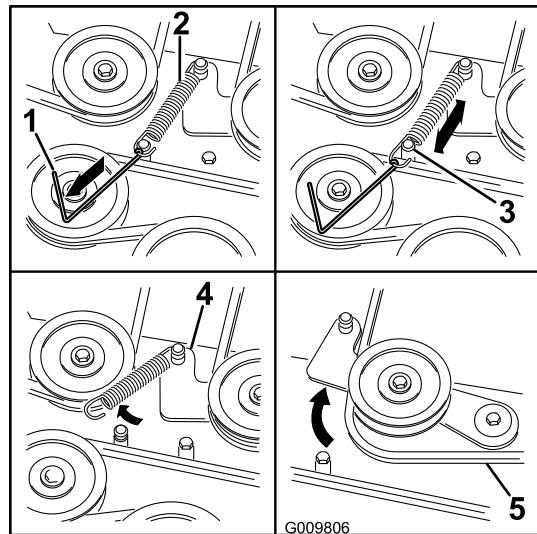

Bild 69
- Entfernen Sie die Spannscheibenfeder mit einem Werkzeug zur Federentfernung (Toro Bestellnummer 92-5771) vom Mähwerkpfosten, um die Spannung von der Spannscheibe zu nehmen (Bild 69).
9. Verlegen Sie den neuen Riemen um die Mähwerk- und Bremsspannscheiben unter dem Motor (Bild 69).
10. Setzen Sie die Spannscheibenfeder mit einem Werkzeug zur Federentfernung (Toro Bestellnummer 92-5771) auf den Mähwerkpfosten, um die Spannscheibe und den Mähwerkriemen zu spannen (Bild 69).